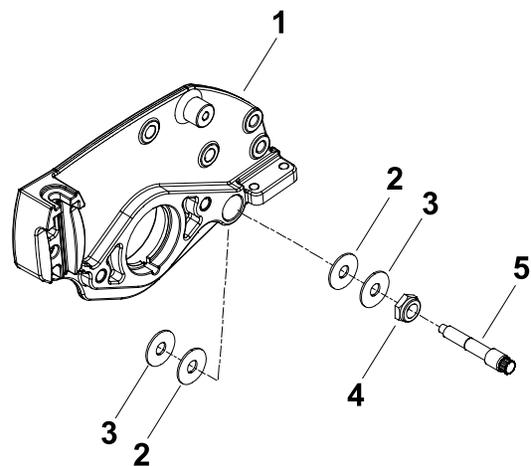

図 13
7. ベッドバーの各ピボットボルトに、金属ワッシャ、プラスチック製ワッシャをこの順に取り付ける 図 13。
8. 金属ワッシャとプラスチック製ワッシャを、ベッドバーと各サイドプレートとの間に取り付ける 図 13。
9. ベッドバーピボットボルトアセンブリを取り付ける 図 13。